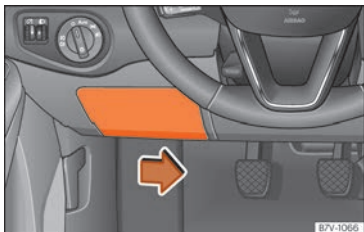

Fig. 61 Sur le tableau de bord côté conducteur : cache du boîtier de fusibles.
- Pour retirer le couvercle, déplacez vers la droite la manette d'actionnement située dans la partie inférieure de celui-ci »» fig. 61.